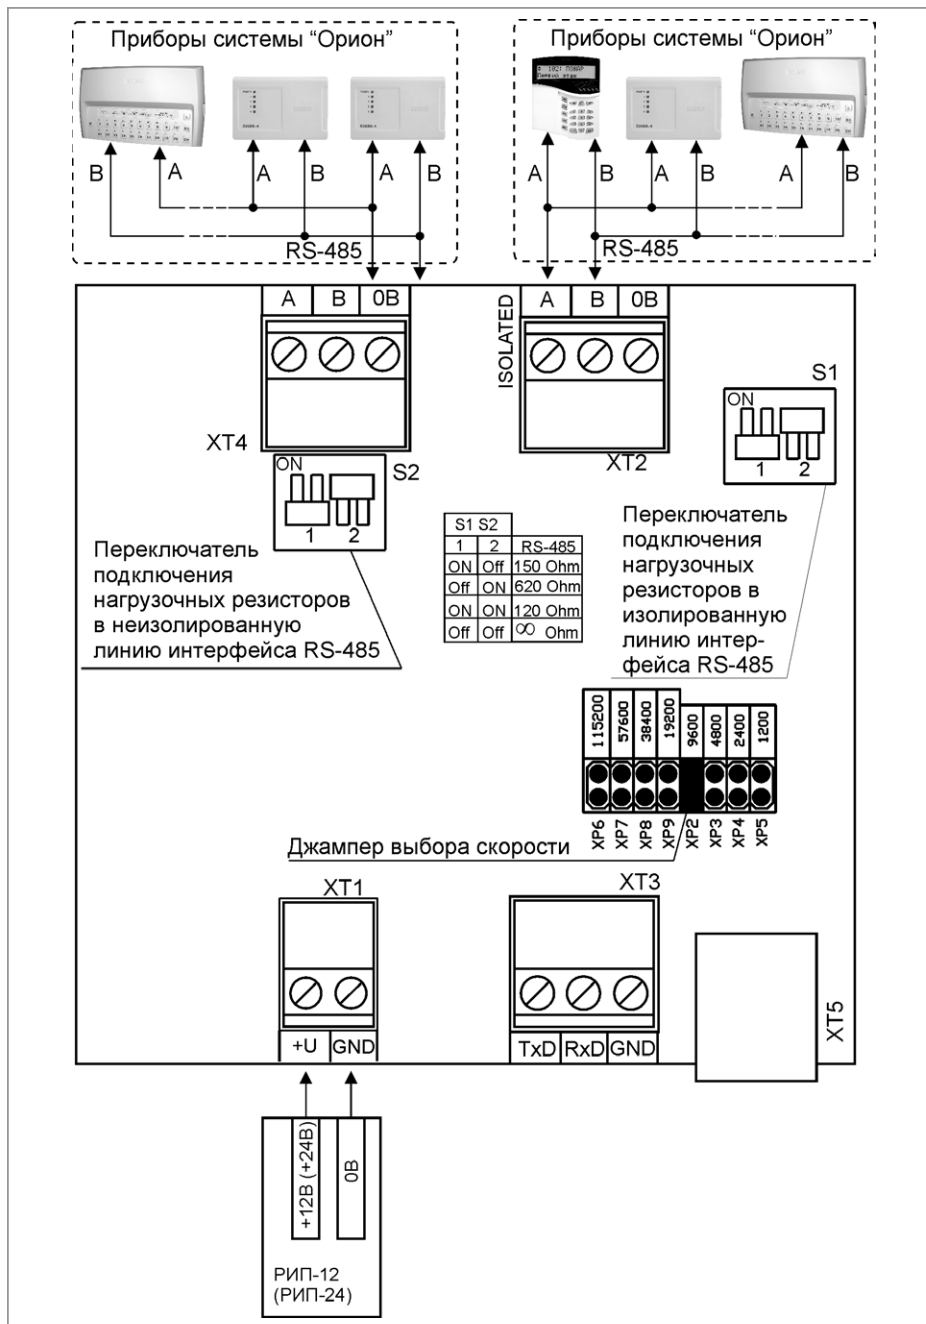

Рисунок 4. Схема внешних соединений «С2000-ПИ» в режиме повторителя интерфейса RS-485
- или в режиме повторителя интерфейса RS-485 (см. рис. 4).
2.1. Подайте напряжение питания на преобразователь и измерьте его значение мультиметром на клеммах «+U» и «GND» (при подключении по схеме на рис. 4). Измеренное значение напряжения должно соответствовать данным п.1.1.